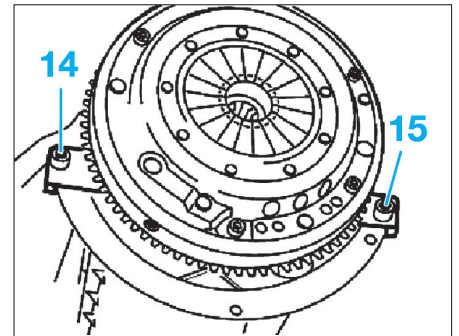

Fig. 16
- Contrôler la position correcte des douilles de centrage (14) et (15). Remplacer les douilles de centrage défectueuses (Fig.16).